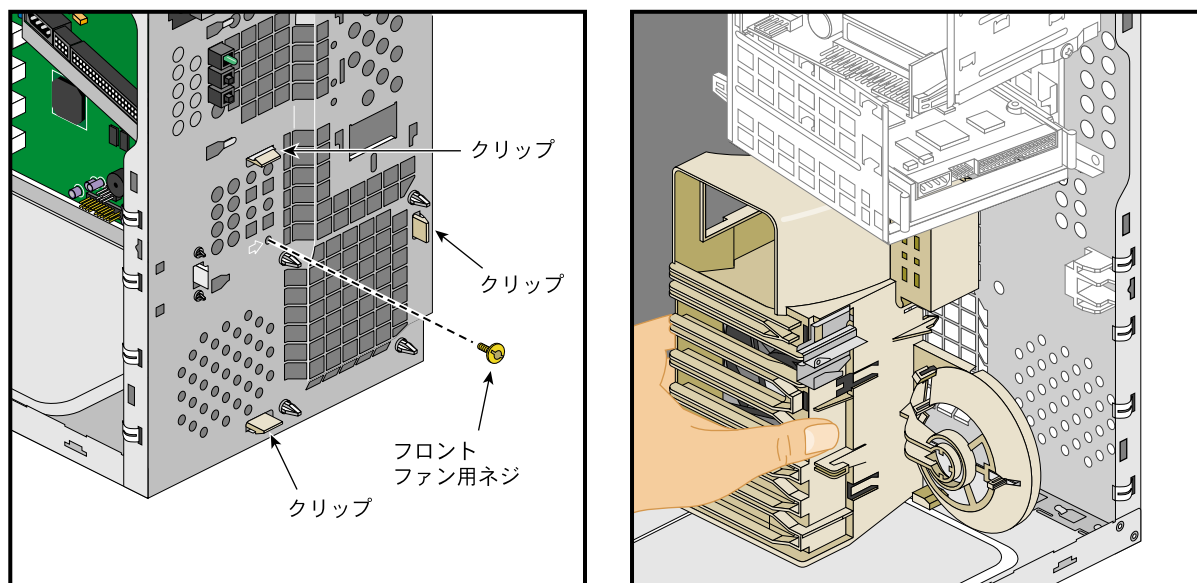

図2-14 フロントファンのネジとクリップの取り外し
3. フロントパネルにあるフロントファンのネジを取り外します。図2-14に、ネジの位置を示します。
4. 図2-14に示すように、本体内部のファンのプラスチックフレームを持ちながら3個の固定クリップを1個ずつ押して外します。